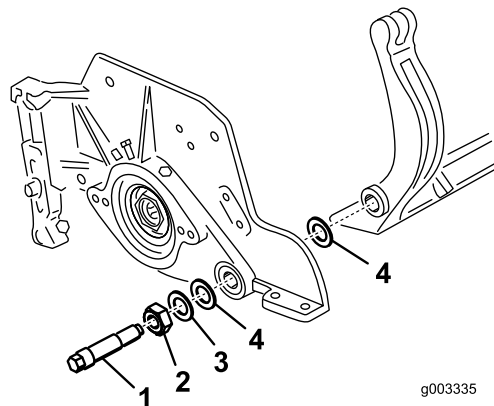
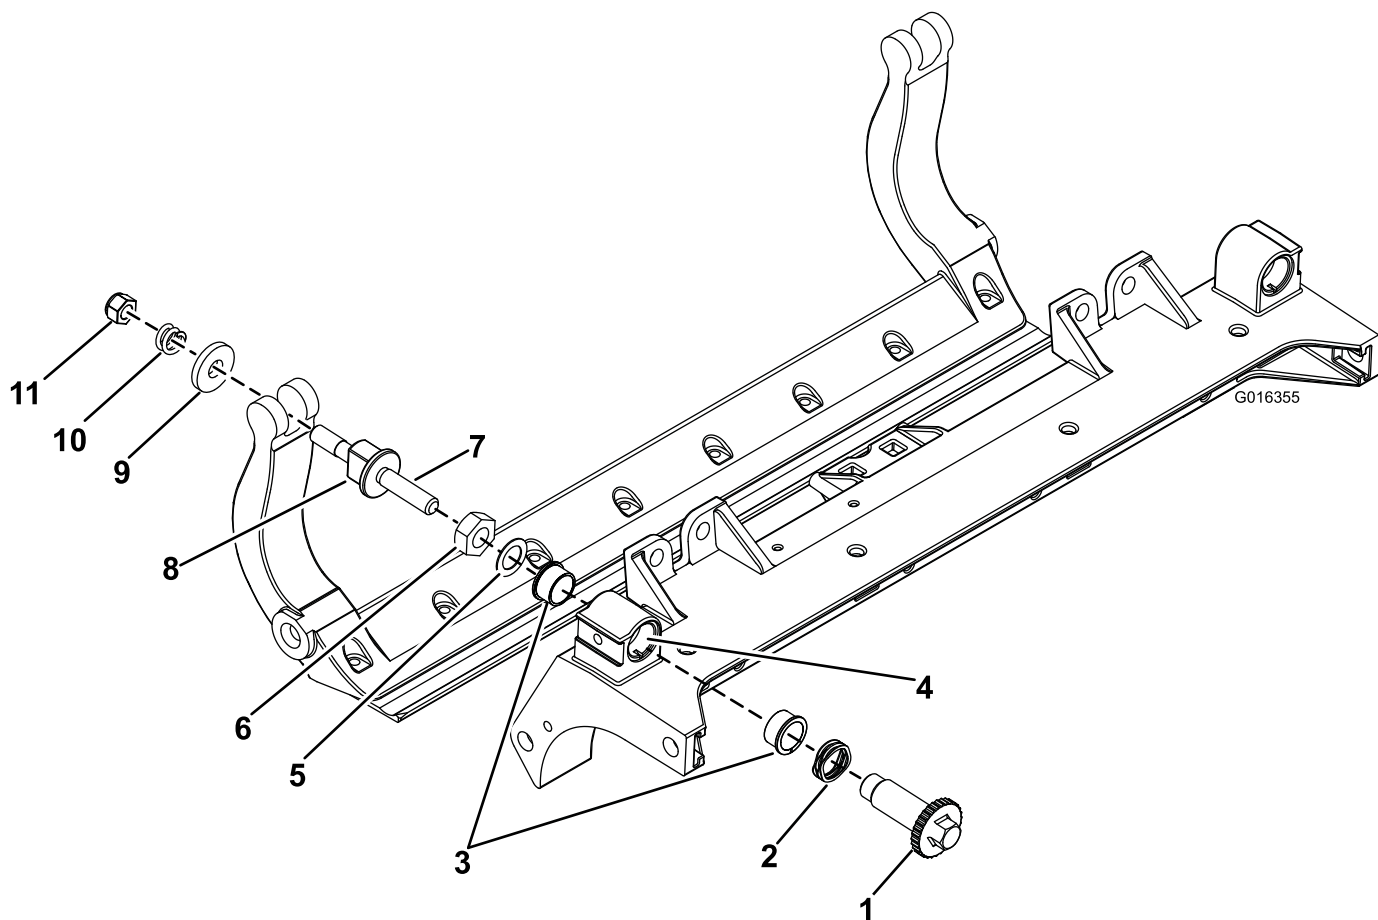

図 28
図 30
ドバーの両端にナイロンワッシャとスチールワッシャが2枚ずつあるので注意する (図 28)。
- ベッド・バー・ボルト (とボルトについているナット) とワッシャ6枚で、ベッド・バーを各サイド・プレートに固定する。ナイロン・ワッシャはサイド・プレートの両側のボスに嵌め込む。その外側からスチール製ワッシャを取り付ける (図 28)。ベッドバー・ボルトを 27-33 (37-45 N-m = 4.6-1.7 kg.m) にトルク締めする。左右の遊びが完全になくなって外側のスチール製ワッシャが回らなくなるまで (ただし決して締めすぎになったりサイド・プレートが変形したりしていない) ロックナットを締め付ける。内側のワッシャには遊びがあってよい。
サイドプレートに固定する。ナイロンワッシャはサイド・プレートの両側のボスに嵌め込む。その外側からスチール製ワッシャを取り付ける（図 30）。ベッドバーボルトを 27-33 ft.-lb (37-45 N-m = 4.6-1.7 kg.m) にトルク締めする。左右の遊びが完全になくなって外側のスチール製ワッシャが回らなくなるまで（ただし決して締めすぎになったりサイド・プレートが変形したりしていない）ロックナットを締め付ける。内側のワッシャには遊びがあってよい（図 28）。
1. 全部のパーツを取り外す（HD DPA キット（モデル 120-7230）の 取り付け要領書 および 図 30を参照）。
2. カッティングユニットのセンターフレームのブッシュ挿入場所にネバーシーズを塗布する（図 30）。
3. フランジブッシュのキーとフレームのキー溝を揃えて、ブッシュを挿入する（図 30）。
4. アジャスタシャフトにウェーブワッシャを通し、アジャスタシャフトをカッティングユニットのフレームのフランジブッシュに通す（図 30）。
5. 平ワッシャとロックナットでアジャスタシャフトを固定する（図 30）。ロックナットを 15-20 ft-lb (20-27 Nm=2.1-2.8 kg.m) にトルク締めする。